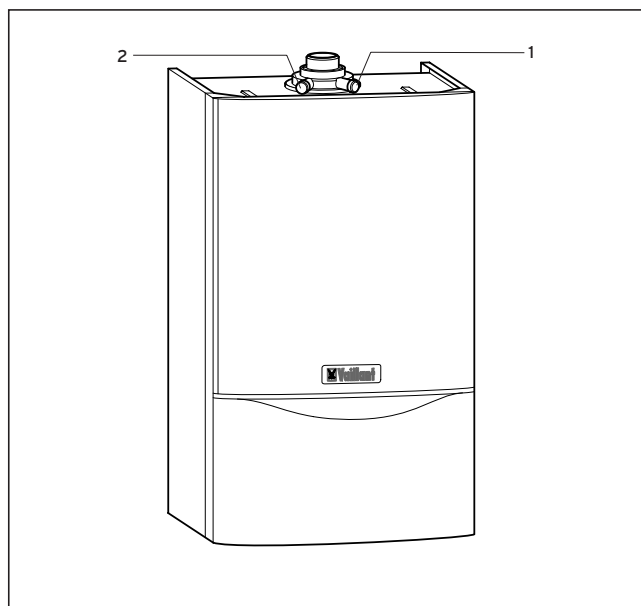

Fig. 3.15: Puntos de medición para el análisis de la combustión
- Efectuar la medición del rendimiento utilizando la toma de humos (1) y la del aire (2), (Fig. 3.15).